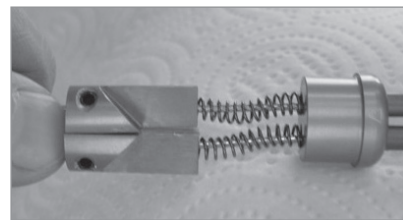

図 2
6. 片方の手でケーブルを支えながら親指で図2のようにアッセンブリパーツに予備負荷をかけます。メモ：バランシングスプリングに数ミリの予備負荷をかけることが必要であり、全てです。